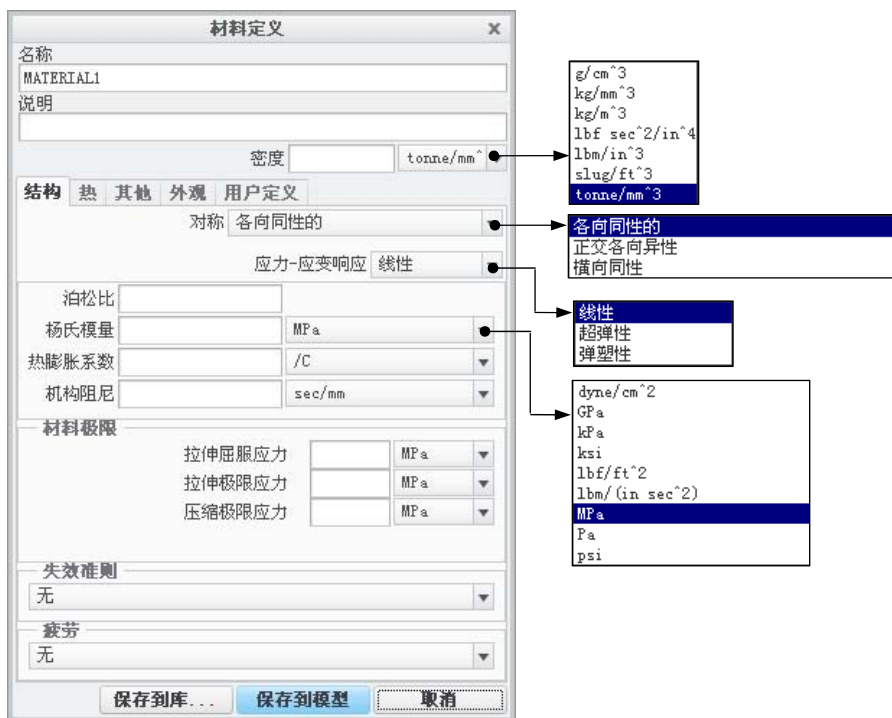

图 5.8.3 “材料定义”对话框
(4) 在“材料”对话框中单击“创建新材料”按钮 ，系统弹出图 5.8.3 所示的“材料定义”对话框。
(5) 在“材料定义”对话框的 **名称** 文本框中，先输入材料名称 MATERIAL1；然后在其他各区域分别填入材料的一些属性值，如 **说明**、**泊松比** 和 **杨氏模量** 等，再单击 **保存到模型** 按钮。
在图 5.8.3 所示的“材料定义”对话框中单击 **保存到库...** 按钮。